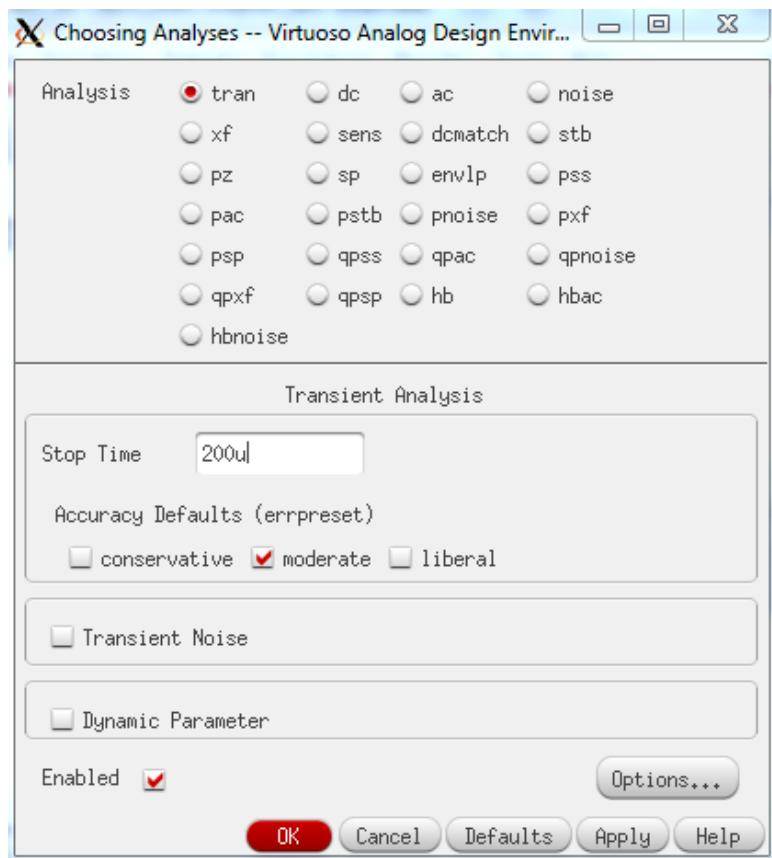

Figura A.37: Virtuoso ADEL - Transient analyses.
2. activam butonul *Enabled*, exact ca în Figura A.37.